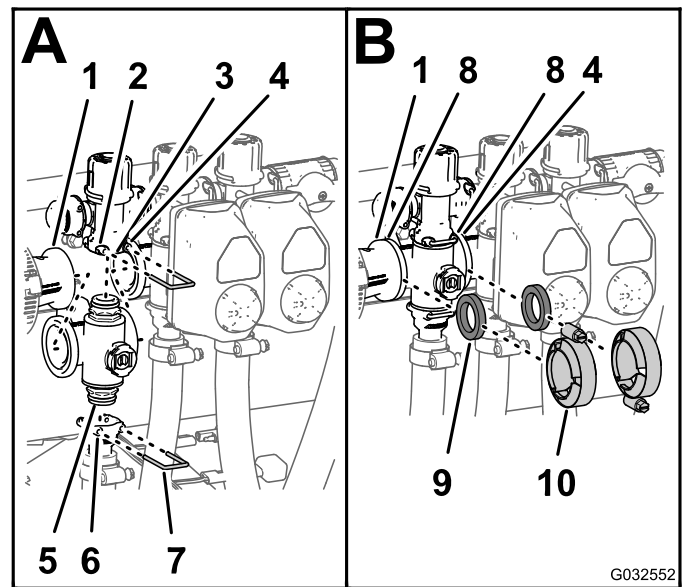

Figure 107
1. Insérez le raccord d'embout supérieur de la vanne du collecteur dans le raccord de dérivation (A de la Figure 107).
la douille du raccord de dérivation (A de la Figure 107).
3. Montez le raccord de sortie sur le raccord d'embout inférieur du collecteur (A de la Figure 107).
4. Fixez le raccord d'embout au raccord de sortie en insérant un étrier de fixation dans la douille du raccord de sortie (A de la Figure 107).
5. Placez un joint entre les brides de l'accouplement réducteur et du collecteur de vanne de section (B de la Figure 107).
6. Montez l'accouplement réducteur, le joint et le collecteur de vanne de section avec un collier serré à la main (B de la Figure 107).
7. Si vous montez les 2 vannes de section de gauche, placez un joint entre les brides des 2 collecteurs de vannes de section adjacentes (B de la Figure 107).
8. Montez les 2 collecteurs de vannes de section adjacentes et le joint avec un collier serré à la main (B de la Figure 107).